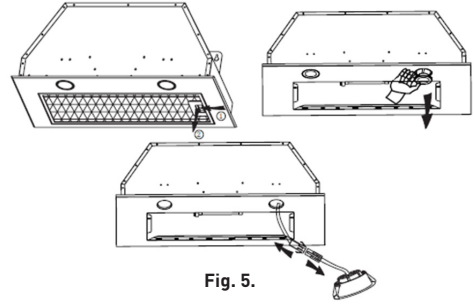

Fig. 5.
**3.** Consulte la ilustración 5 y retire en primer lugar el filtro. Quite después las bombillas y desmonte su cable de conexión. Con ayuda de un destornillador, afloje después los dos tornillos situados en el panel para retirar este último.